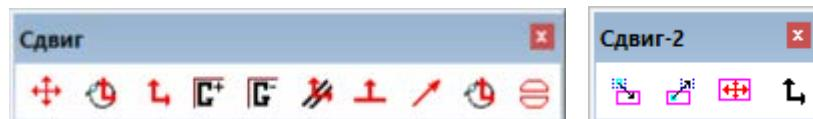
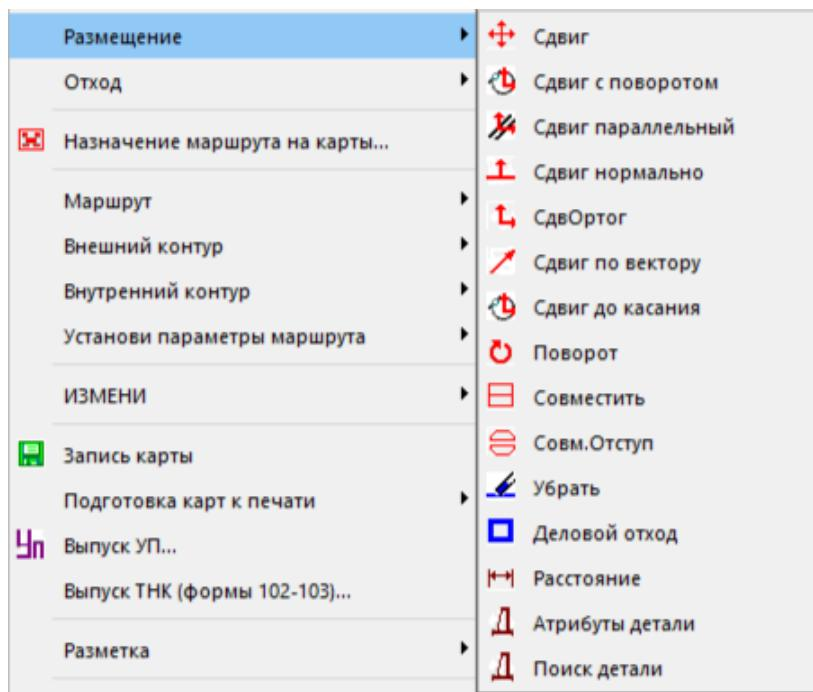

Рис. 63. Панели инструментов **Сдвиг**, **Сдвиг-2**
Рис. 64. Подменю **Размещение**
11.2.1. Команды сдвига (перемещения деталей внутри карты, полки и между картой и полкой) собраны в панелях инструментов **Сдвиг** и **Сдвиг-2** (см. рис. 63) и в подменю **NESTING > Размещение** (рис. 64).